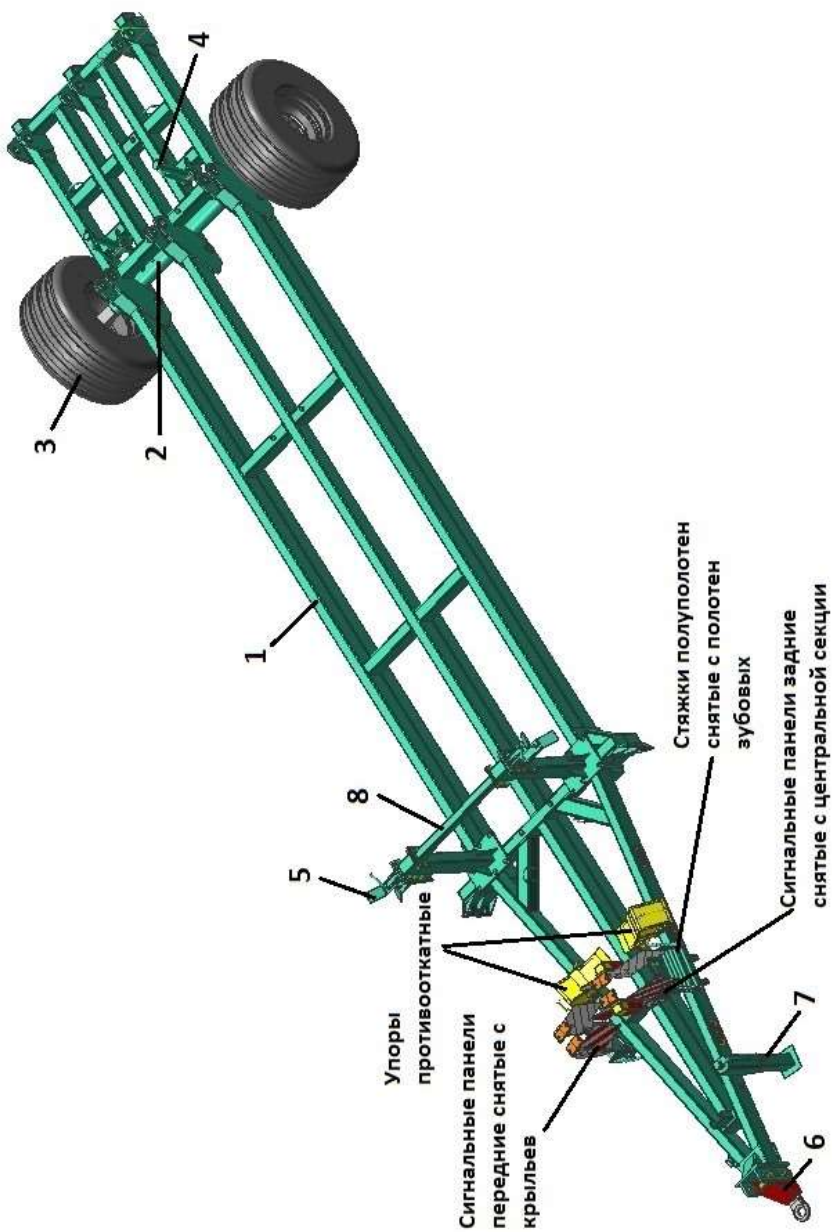

Рисунок 3 – Транспортная тележка
3.3 Транспортная тележка (рис. 3) предназначена для передвижения бороны при транспортировке. Состоит из рамы 1, поворотной балки 2 с ходовыми колёсами 3 и регулировочными винтами 4, кронштейнов фиксации крыльев в транспортном положении 5, регулируемого по высоте прицепа 6, опора с винтовой регулировкой 7, стяжки фиксации кронштейнов крыльев в транспортном положении.
4.1.3 Собрать транспортную тележку (рис. 3):
- соединить борону с трактором, переставляя прицеп 6 (рис. 3) на требуемые отверстия.
- снять передние сигнальные панели с крыльев культиватора и установить в кронштейны транспортной тележки (рисунок 3);
- снять задние сигнальные панели с центральной секции, разъединить вилку с розеткой, и установить их в кронштейны транспортной тележки (рисунок 3);